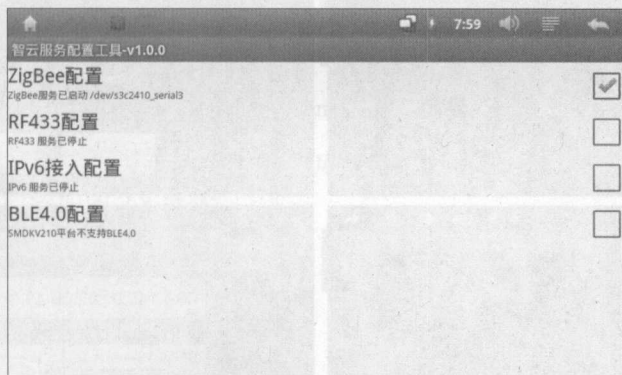

图 2.4 无线接入设置
(5) 在智云服务配置工具主界面，按下“MENU”按键，弹出“无线接入设置”菜单，单击进入菜单，在弹出的界面勾选“ZigBee 配置”选项（默认该服务会自动判别智云 Android 开发平台的串口设置，若需要更改则单击“ZigBee 配置”项，在弹出的菜单选择串口），设置成功后，提示服务已启动，如图 2.4 所示。